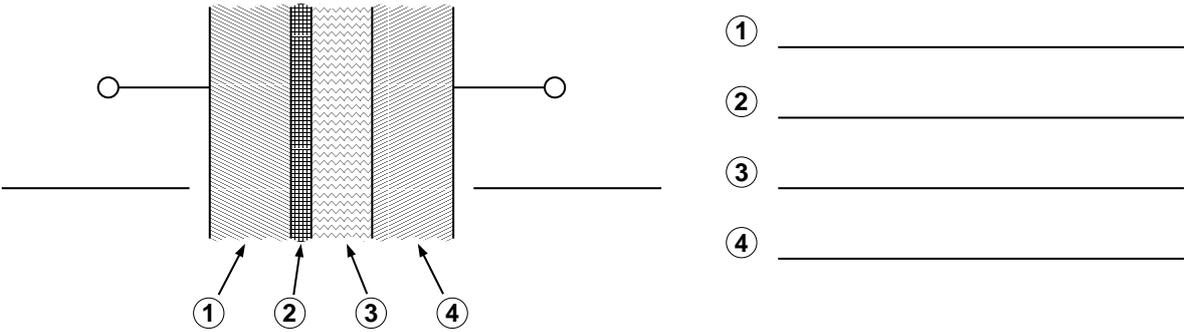

Abb. 1.1: Schematischer Aufbau eines Kondensators
1.2 Gegeben ist der in Abb. 1.1 dargestellte schematische Aufbau eines unipolaren Kondensators.